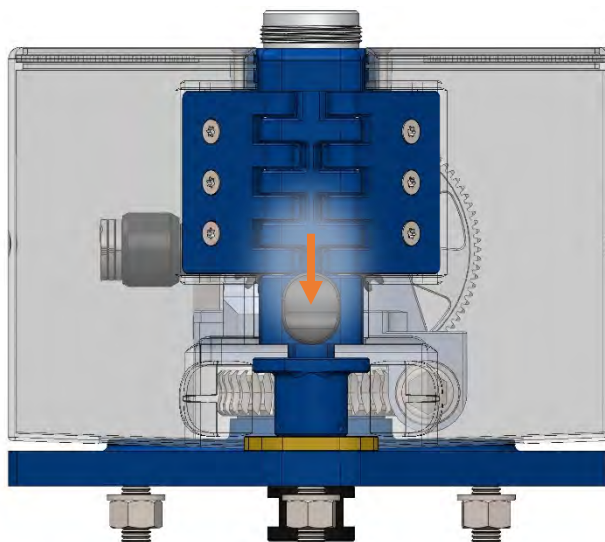

Figura 15
1. Premere il pulsante sul lato della copertura. Figura 15;